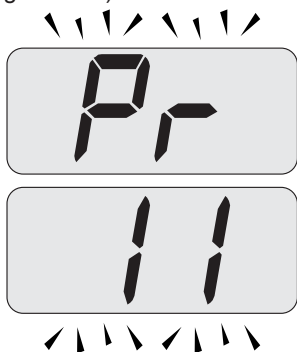

Figura 5.53
- Scorrere i vari parametri utilizzando i tasti 17o 18fino a far apparire sul display LCD le lettere **Pr** che si alternano con il codice **11**, indicanti l'entrata nel "parametro 13"(Figura 5.53).
- Premendo contemporaneamente i tasti 16e 17(Figura 5.51) si esce senza modificare il valore (ritorno alla lista parametri Figura 5.53)